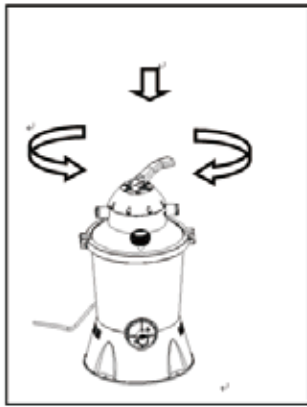

Abbildung 20
1. Bitte drücken Sie beim Drehen des Steuerventils zunächst den Griff des Steuerventils nach unten und drehen Sie dann den Griff des Steuerventils in die gewünschte Position (Abbildung 20).